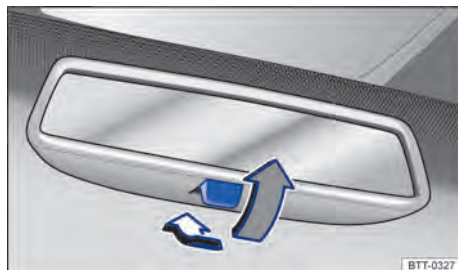

Fig. 78 No para-brisa: espelho retrovisor interno com antiofuscante manual.
- Posição noite: puxar a alavanca → Fig. 78 (seta cinza), para evitar o ofuscamento dos faróis dos veículos que trafegam atrás.